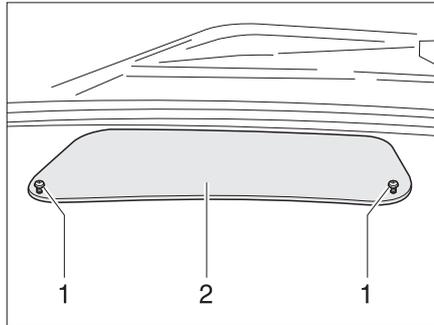
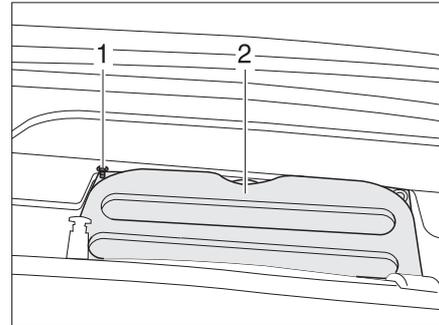

Bild 26 Abdeckung im Armaturenbrett
Bild 27 Abdeckung zum Motorraum
- Zwei Schrauben (Bild 26,1) lösen und Abdeckung (Bild 26,2) abnehmen.
- Sechs Innensechskantschrauben (Bild 27,1) herausdrehen und mit Scheiben abnehmen.
- Abdeckung (Bild 27,2) abnehmen.
- Beide Abdeckungen (Bild 27,2 und Bild 26,2) wieder festschrauben.